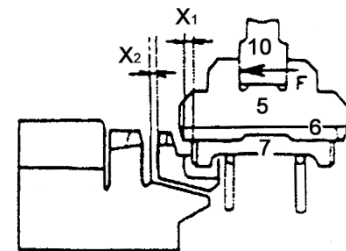

Fig. 4-4
1. Schritt (siehe Abb. 4-4)
- Die **Kraft des Schalthebels** wird über die Schaltgabel auf die **Schiebehülse** (⑤) übertragen.
- Dadurch bewegen sich **Schiebehülse** (⑤) und **Führungsstücke** (⑦) **axial in Richtung Zahnrad ⑪** – um die Strecken **X1** und **X2**.